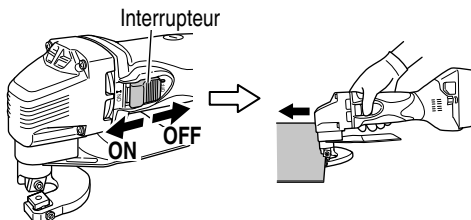

Fig. 8
1. Mettre l'outil sous tension. (Fig. 8)
2. Placer délicatement l'outil d'application sur le matériau et déplacer l'outil d'application vers l'avant à un rythme où le mouvement n'est pas ralenti. (Fig. 8)
Lors du découpage de panneaux fins, mettre l'appareil à l'horizontale comme montré dans la Fig. 8.
Pour faciliter un découpage doux de panneaux épais, si le trait de découpe dévie vers la gauche (Fig. 8), lever légèrement l'arrière de l'appareil. Si le trait de découpe dévie vers la droite, abaisser légèrement l'arrière de l'appareil.